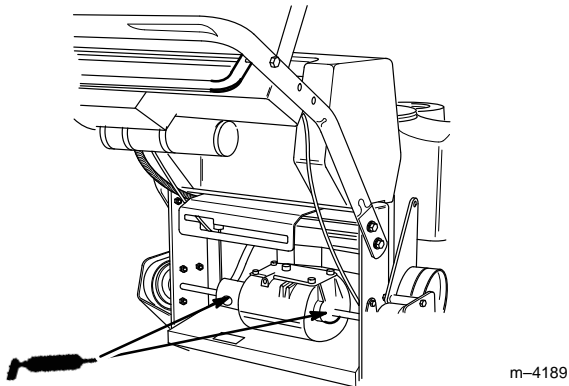

Abbildung 25
2. Die Getriebekupplungen schmieren (Abb. 25). Die Schutzschilde müssen nicht entfernt werden, wenn Sie von vorne neben dem Motor die entsprechenden Stellen schmieren.